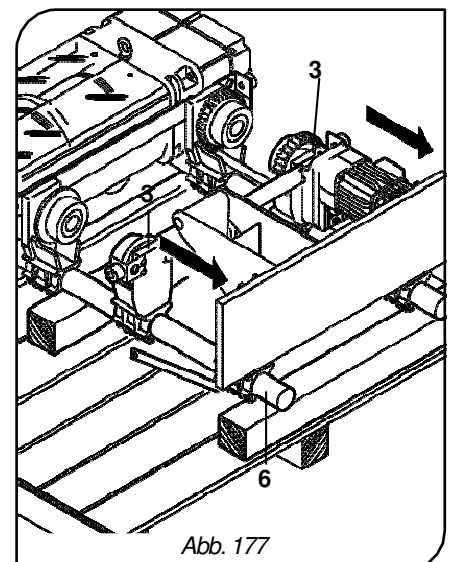

Abb. 177
- Schieben Sie beiden Platten **-3-** über die Stangen **-6-**, um die voreingestellte Breite zwischen den Laufrädern zu vergrößern und einen Abstand zu erreichen, der größer als die Breite der Trägerflansch ist (Abb. 177).